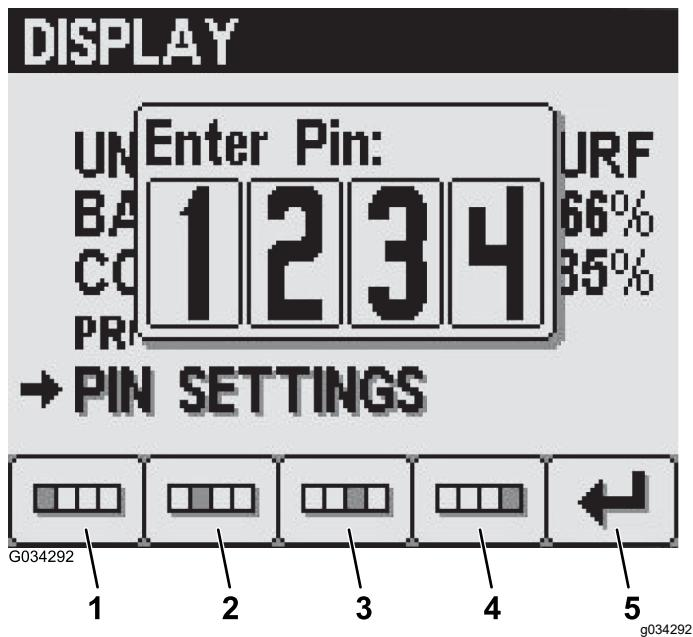

図 24
- ボタン 14 で、PIN を入力する。PIN の入力ができたら、ボタン 5 を押す 図 24。
4. PIN 入力画面で、ボタン 14 を使って現在の PIN を入力し、入力が完了したらボタン 5 を押す図 24。